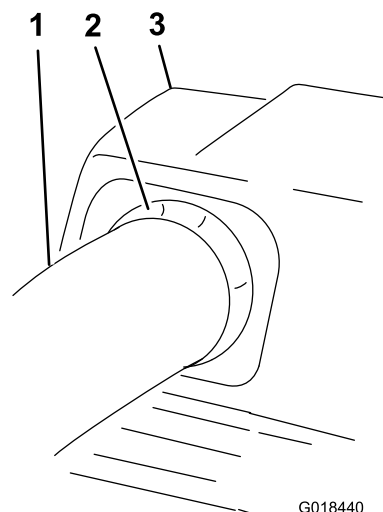

Figura 30
10. Puxe o tubo ligeiramente para fora para que o vedante se estenda para fora e sobre o tubo inferior (Figura 30).
19. Puxe o tubo ligeiramente para fora para que o vedante se estenda para fora e sobre o conjunto do soprador (Figura 30).